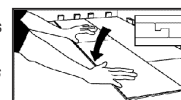

Figure 14
- Appuyez avec précaution sur la planche jusqu'à ce que la languette et la rainure s'emboîtent sur le côté et les extrémités (figure 14).